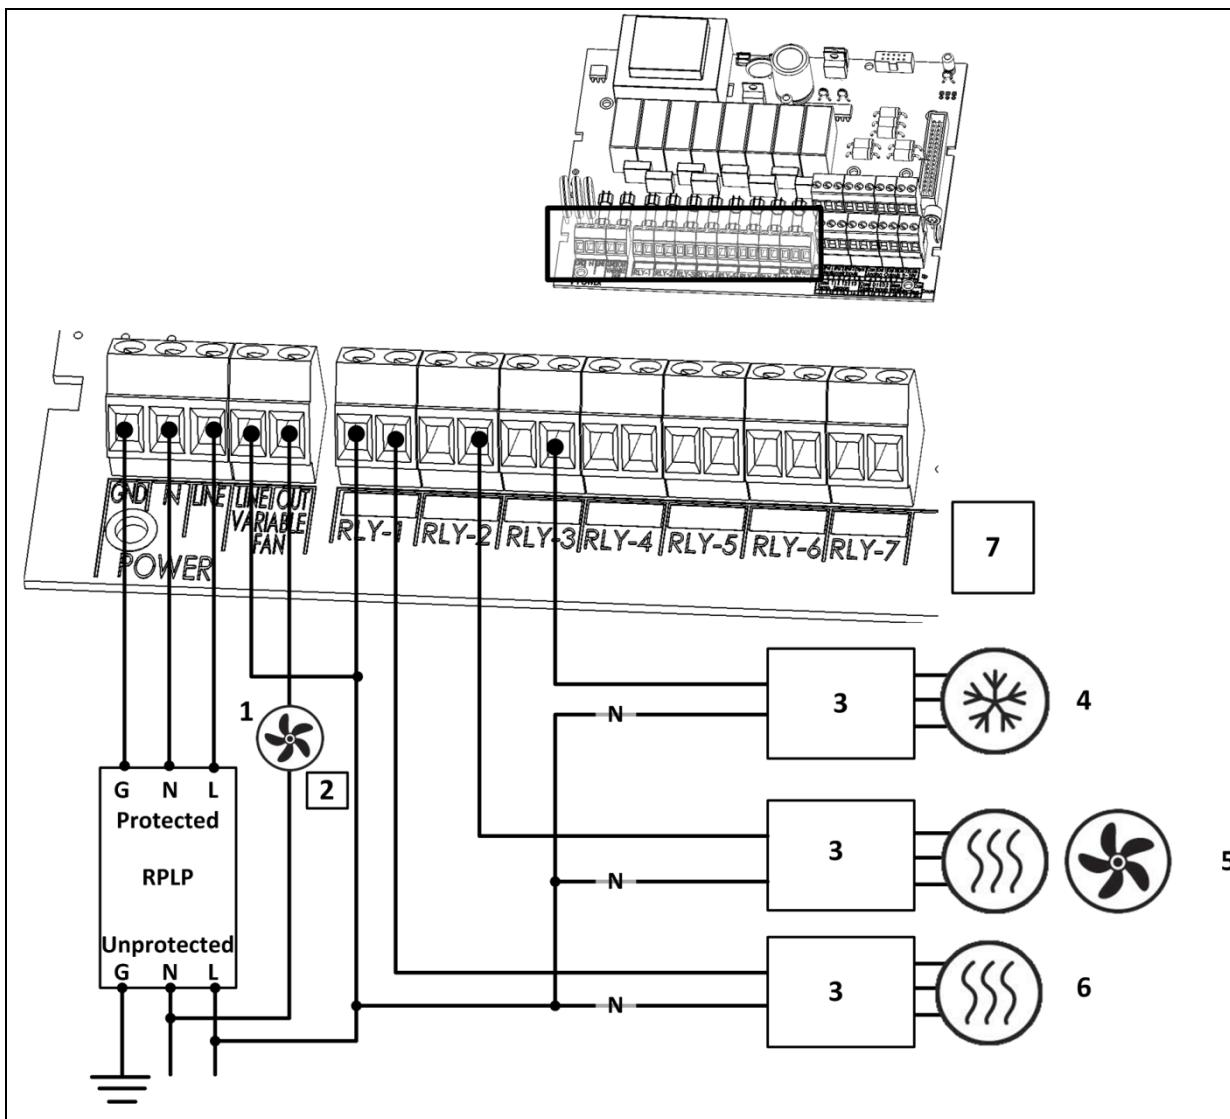
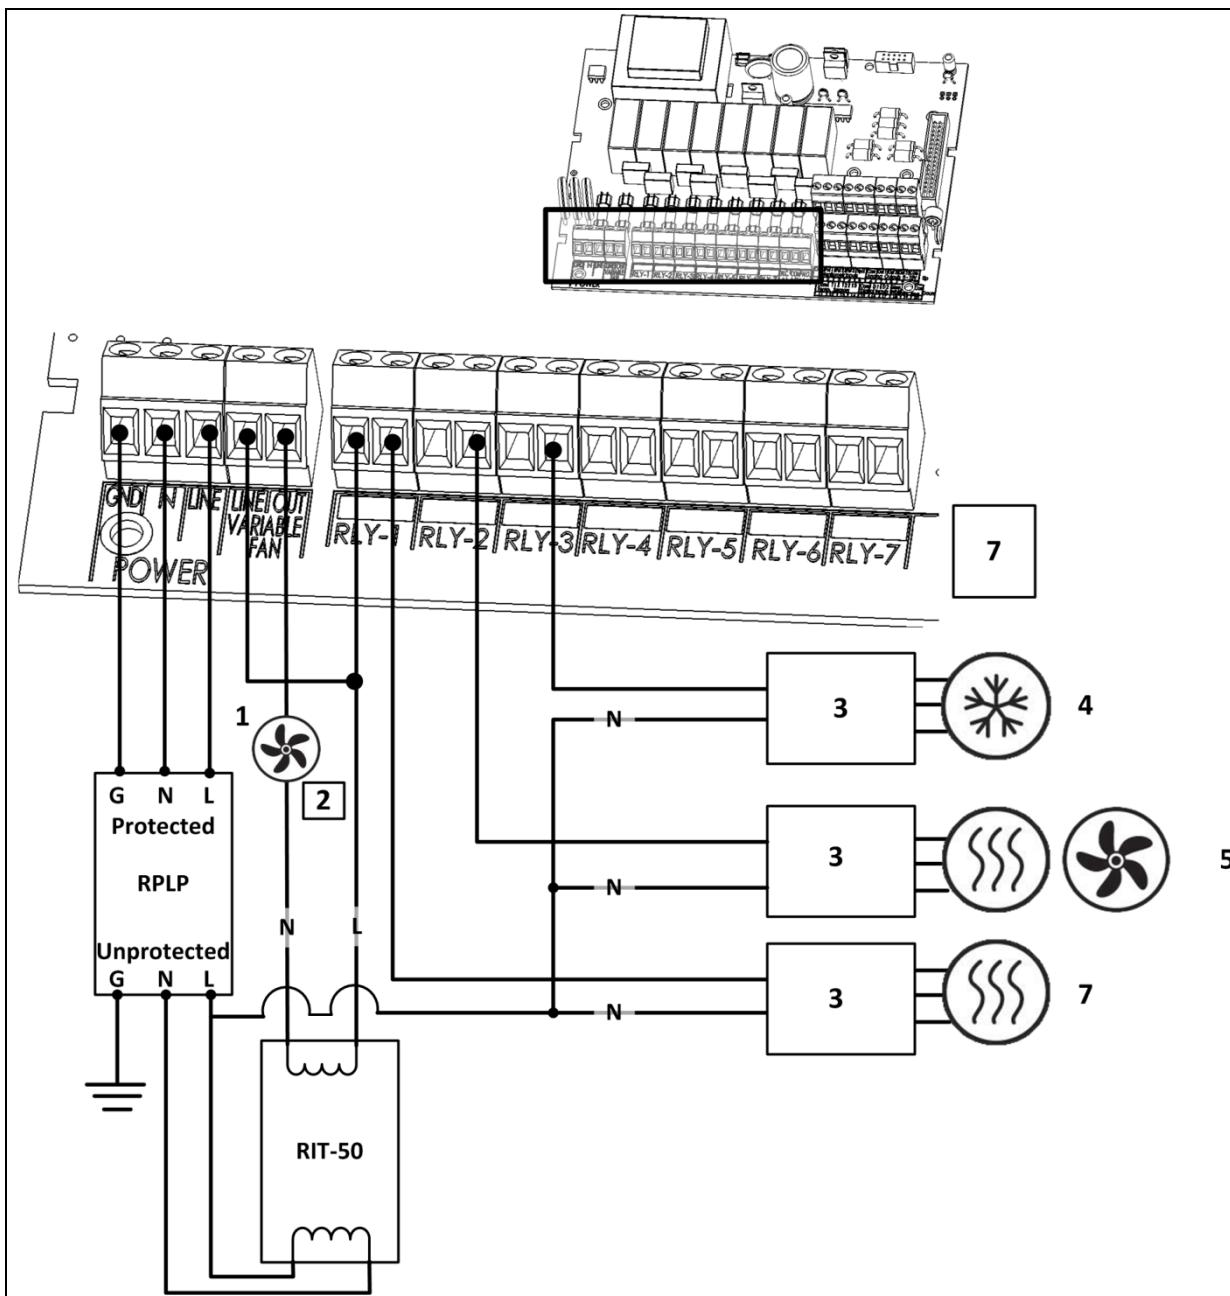
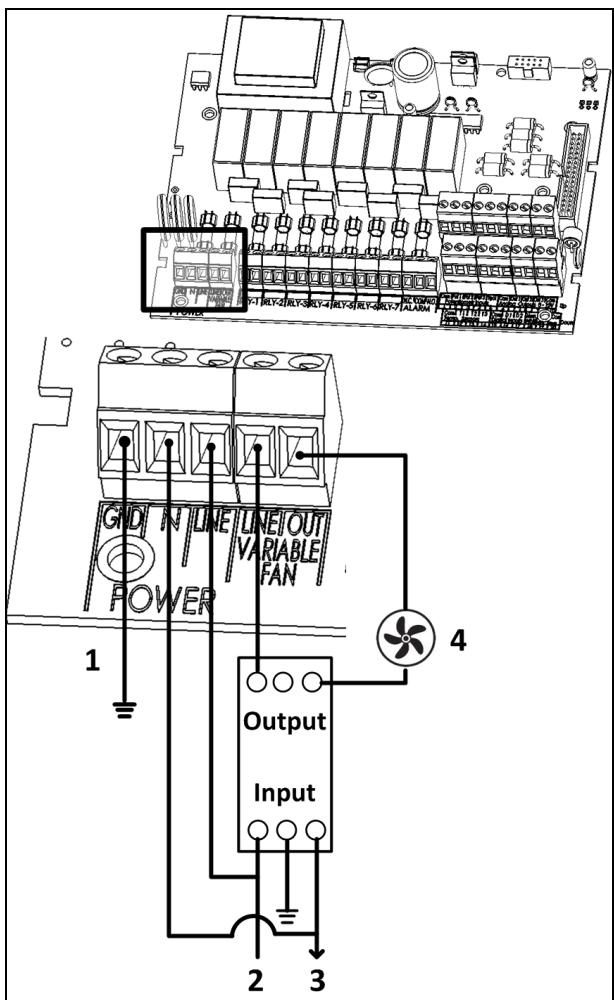

Figure 3: Schéma de câblage de la section principale de tension (pas de filtre) et de la protection
Figure 4: Schéma de câblage de la section principale de tension (pas de filtre) et de la protection et d'isolement
Figure 5: Schéma de câblage de la section principale de tension affichage filtrage
- Figure 3: Schéma de câblage de la section principale de tension (pas de filtre) et de la protection
- Figure 4: Schéma de câblage de la section principale de tension (pas de filtre) et de la protection et d'isolement
- Figure 5: Schéma de câblage de la section principale de tension affichage filtrage
Figure 5 détaillera comment câbler un filtre CEM au contrôleur. Tout le câblage restant à la section principale de tension reste comme illustré sur la Figure 3 et Figure 4.
Examinez les exemples suivants (Figure 4):